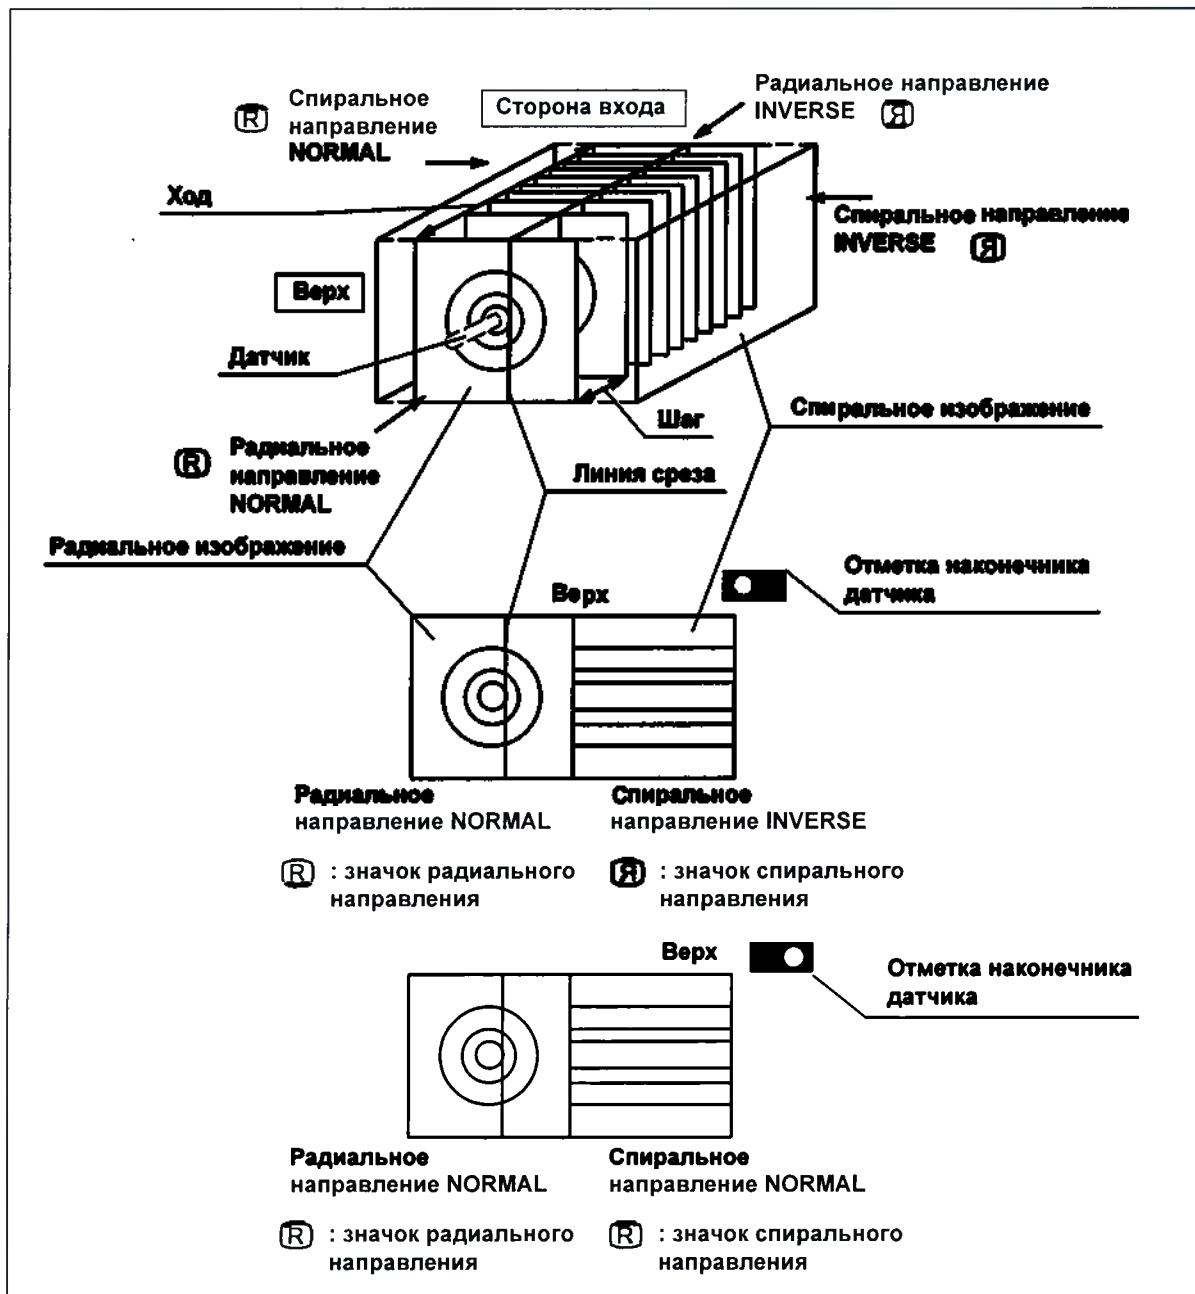

Рисунок 7.154
- Информация о взаимосвязи между направлениями ультразвукового изображения и ультразвукового датчика показана на рис. 7.154, 7.155.